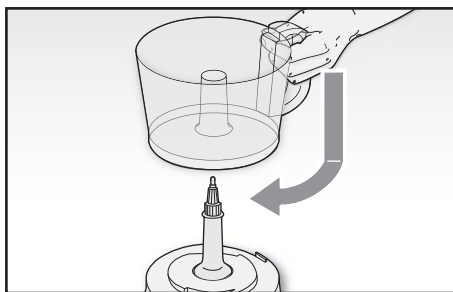

Fig. 3
- 2 Collocare la ciotola (P) sul corpo motore (Fig. 3). Allineare la tacca presente sulla ciotola con il simbolo (☐). Ruotare la ciotola in senso orario. Allineare la tacca presente sulla ciotola con il simbolo (⚙️).